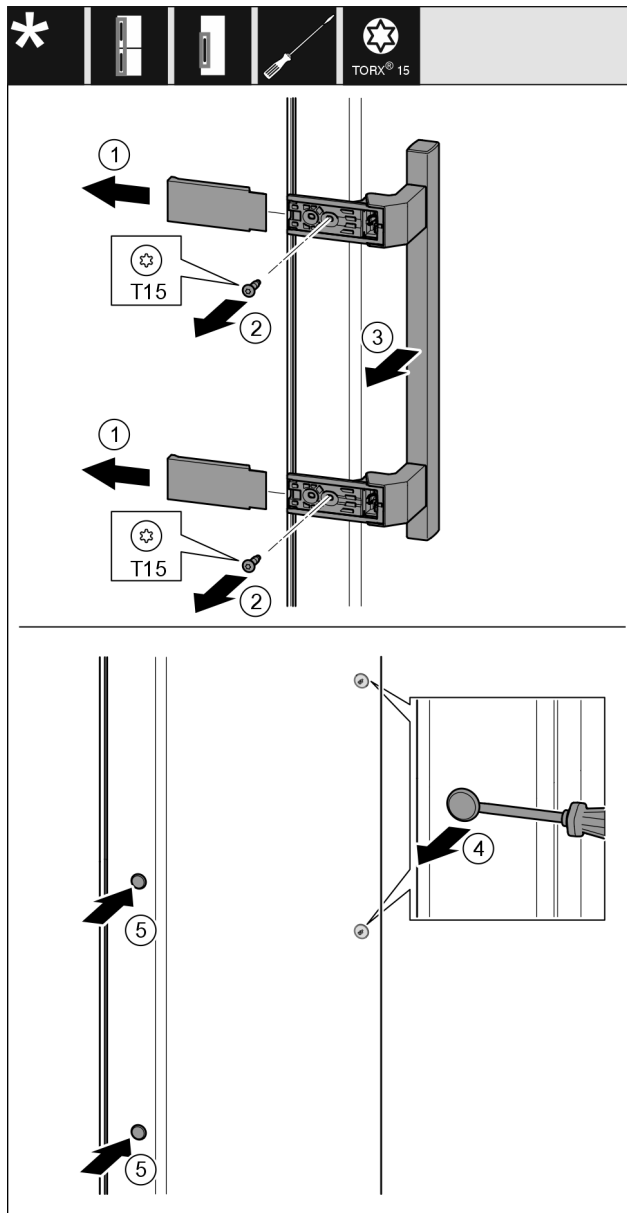

Fig. 24
- ▶ Retirer le cache Fig. 24 (1).
- ▶ Retirer les vis Fig. 24 (2) avec un tournevis.
- ▶ Retirer la poignée Fig. 24 (3).
- ▶ Soulever et retirer avec précaution le cache latéral Fig. 24 (4) avec un tournevis plat.
- ▶ Replacer le cache Fig. 24 (5) de l'autre côté.